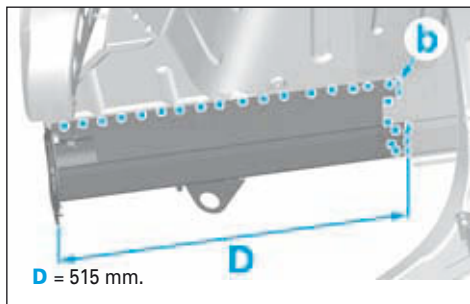

FIG.196
- Tracer puis découper en (b) dans la zone de coupe (D) (Fig196).